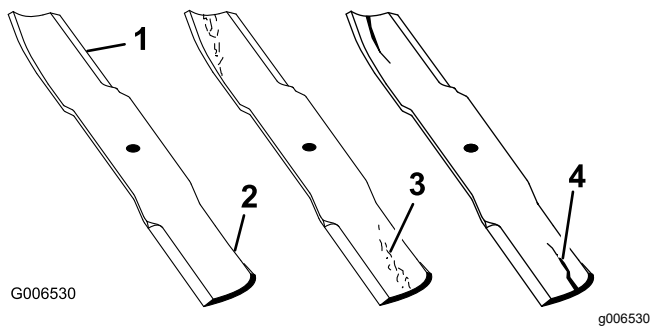

Bild 74
1. Untersuchen Sie die Schnittkanten (Bild 74).
4. Wenn Sie Risse, Verschleiß oder Rillenbildung in diesem Bereich feststellen, sollten Sie sofort ein neues Schnittmesser einbauen (Bild 74).